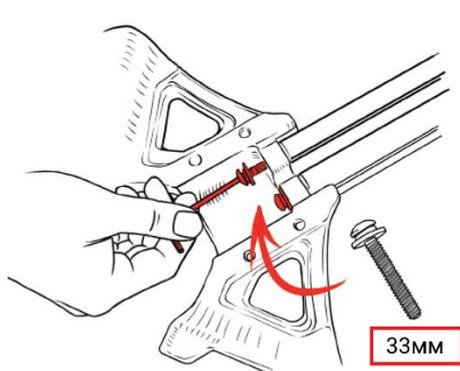

Рис.3
4. Соедините колодку с направляющей и закрепите двумя винтами длиной 33 мм, а с обратной стороны вкрутите винт длиной 21 мм (Рис.3). Сначала наживите все три винта, затем затягивайте их.